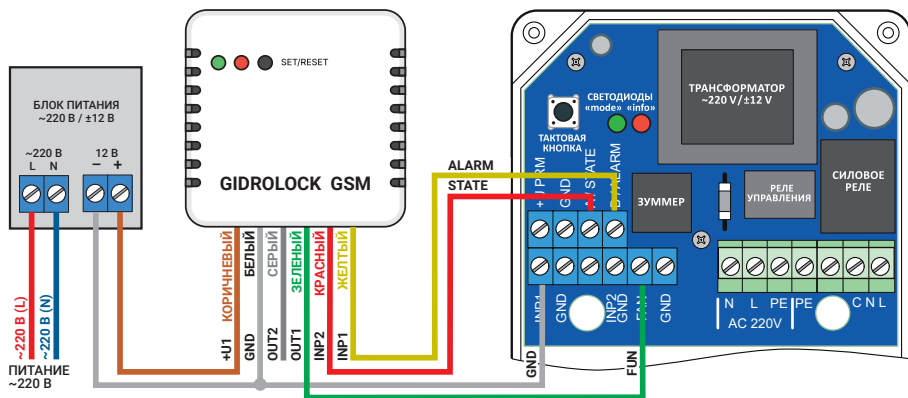

Рис. 5. Схема подключения GSM-модема GIDROLOCK с внешним блоком питания (пример подключения).
5.6 К блоку управления можно подключить **GSM-модем GIDROLOCK**. Схема подключения приведена на рис.5. Для питания GSM-модема GIDROLOCK потребуются внешний блок питания 220В/8...15В (1,0А).